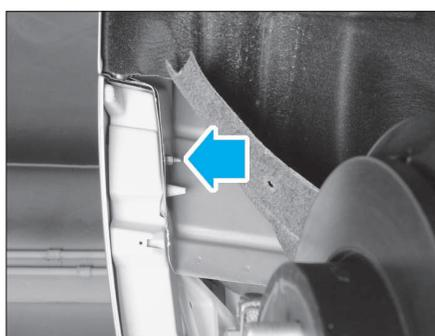

FIG. 87
- les vis de fixation du bouclier dans l'aile (Fig.87) (des 2 côtés).